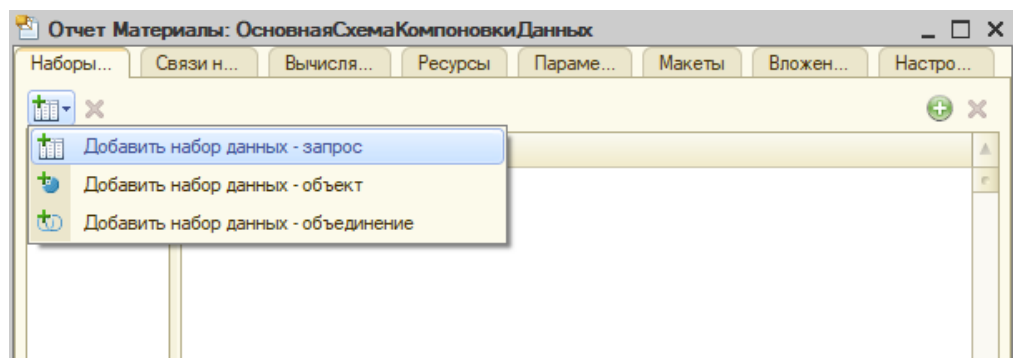

Рис. 2.1 Добавление набора данных в конструкторе схемы компоновки
1. Нажмите кнопку Добавить или вызовите контекстное меню ветки Наборы данных (рис. 2.1).